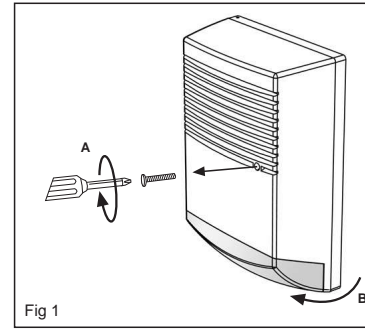
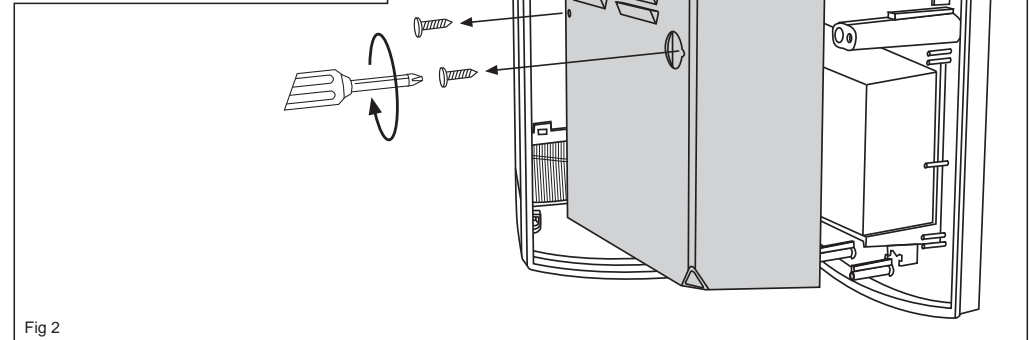

Fig 1
Fig 2
3. Deschide carcasa sirenei (1 surub din fata),fig1 si inlatura carcasa din metal (2 suruburi),fig2.
4. Deconecteaza borna (5) de pe driver-ul sirenei